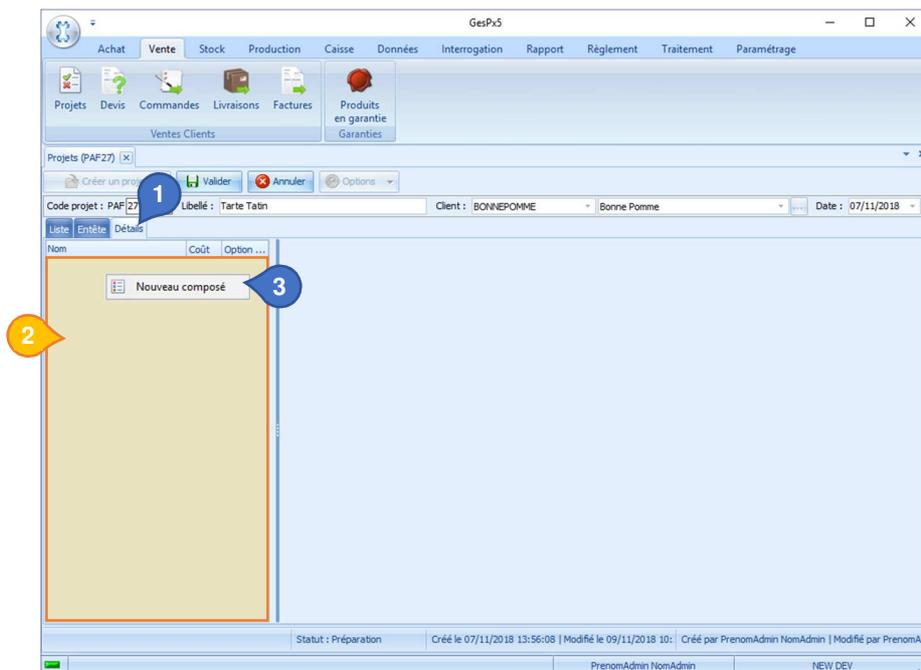

Figure 8 - Création d'un nouveau composé
1. En ayant sélectionné le sous-onglet « Détails » (1 - Figure 8)
2. Cliquer avec le bouton droit de la souris dans la zone où seront développés les éléments constitutifs du projet (2 - Figure 8).
3. Un menu contextuel apparaît alors (3 - Figure 8). Cliquer sur ce menu « Nouveau composé »